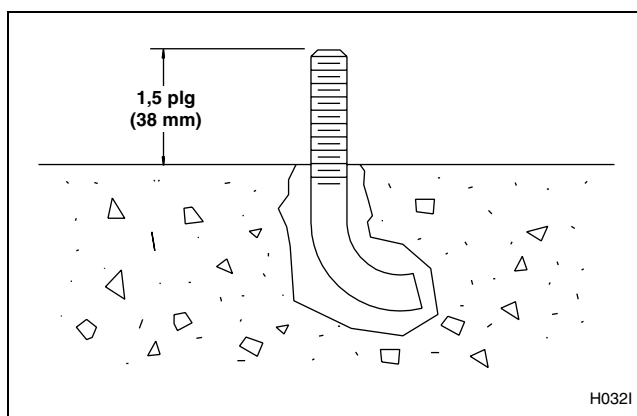

Figura 34
6. Verifique que los pernos en J estén en su lugar correcto y que sobresalga 1,5 plg (38 mm) de cada perno en J sobre el piso. Consulte la *Figura 34*.